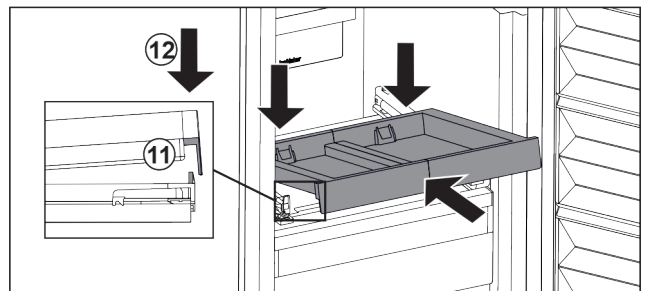

Fig. 173
- ▶ Tolja be ferden. Ügyeljen arra, hogy az ütköző mindkét oldalon a fül mögé kerüljön. Fig. 173 (11)
- ▶ Helyezze le a kihúzható rács elejét. Fig. 173 (12)